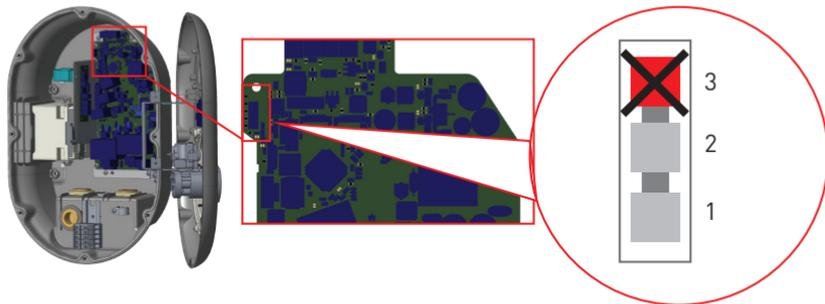

Abbildung 1
- Der Schiebeschalter (SW3) auf der Stromversorgungsplatine (21ACPW01) in Abbildung 1 muss sich in Position 1 oder 2 befinden.